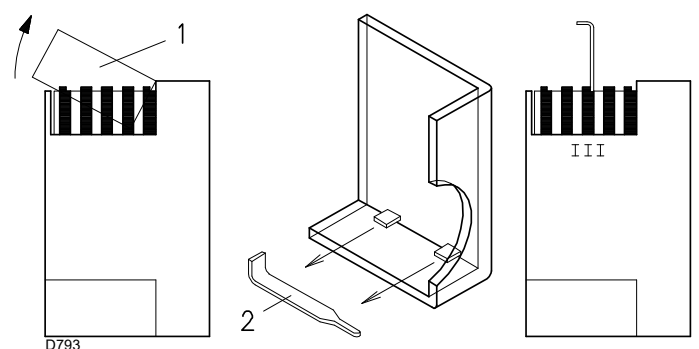

Fig. 29
- S'il faut diminuer ce débit, réduire légèrement l'angle de la came III (Fig. 29) par de légers déplacements successifs, c'est-à-dire aller de l'angle 15° à 13° - 11°....
- S'il faut l'augmenter, appuyer légèrement sur le bouton " augmentation de la puissance " 2)(Fig. 27) (c'est-à-dire ouvrir de 10-15° le papillon gaz), augmenter l'angle de la came III (Fig. 29) par de légers déplacements successifs, c'est-à-dire aller de l'angle 15° à 17° - 19°....
Pour le réglage éventuel de la came III, enlever le couvercle 1)(Fig. 29), installé à pression, comme indiqué sur la Fig. 29, extraire la clavette 2)(Fig. 29) située à l'intérieur et l'introduire dans la fente de la came III.